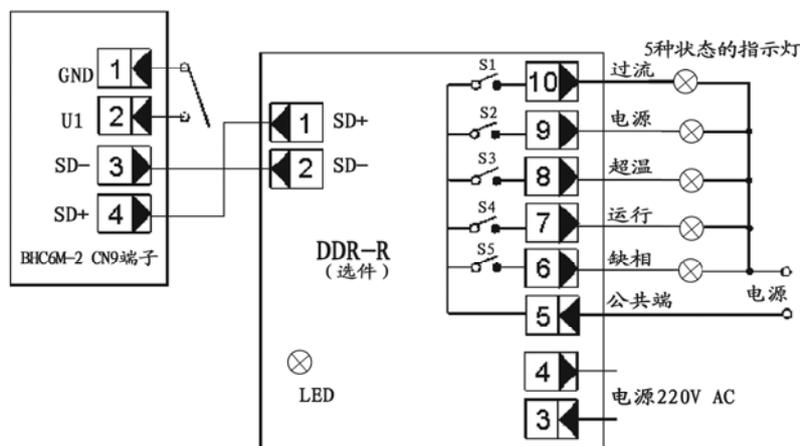

图 2-3 DDR-R 接线图
检测调压器的工作状态，这些工作状态包括：过流、电源、超温、运行、缺相，并且每种状态都对应有一个继电器作为输出指示，这些继电器的一端连接在一起做为一个公共端(图 2-3 中端子 5)，继电器为常开接点输出（1A/250V）。
负载是否过流，若过流则过流继电器闭合（图 2-3 中开关 S1 闭合）；
控制板电源是否正常，若电源继电器闭合（图 2-3 中开关 S2 闭合）；
散热器温度是否超过 70℃，若超过 70℃ 则超温继电器闭合（图 2-3 中开关 S3 闭合）；
控制板是否正常运行：若正常运行则运行继电器闭合（图 2-3 中开关 S4 闭合）；
负载是否缺相：若负载缺相则缺相继电器闭合（图 2-3 中开关 S5 闭合）；
另外：可参考上图 2-3 状态指示的接线方式，每种状态都接一个指示灯，不同状态用不同颜色的指示灯来显示。
② BHC6M-2 和 DDR-R 之间的数据传输线距离不超过 15 米。
③ 此相功能做为功能选件，若选用此功能则定货时必须声明。
④ DDR-R 上电正常时，图 2-3 中 LED 应闪烁，并且控制板状态不同，闪烁的频率也不同。